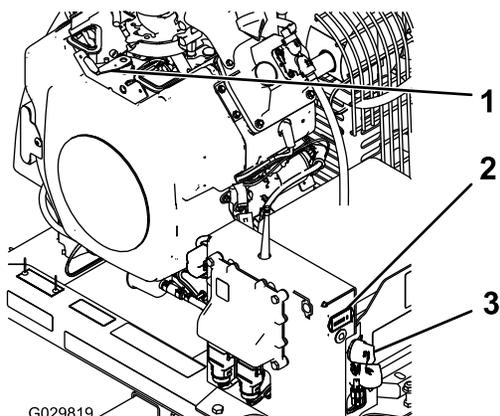

Figura 12
3. Girate la chiave di accensione in posizione di AVVIAMENTO (Figura 12).
3. Se lasciate la macchina, girate la chiave in posizione di SPEGNIMENTO e toglitela dal motore (Figura 12).